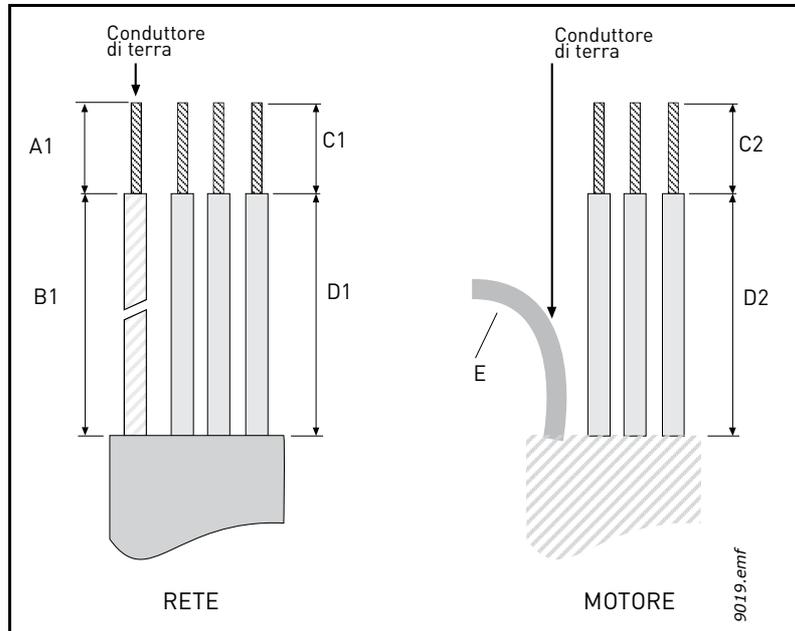
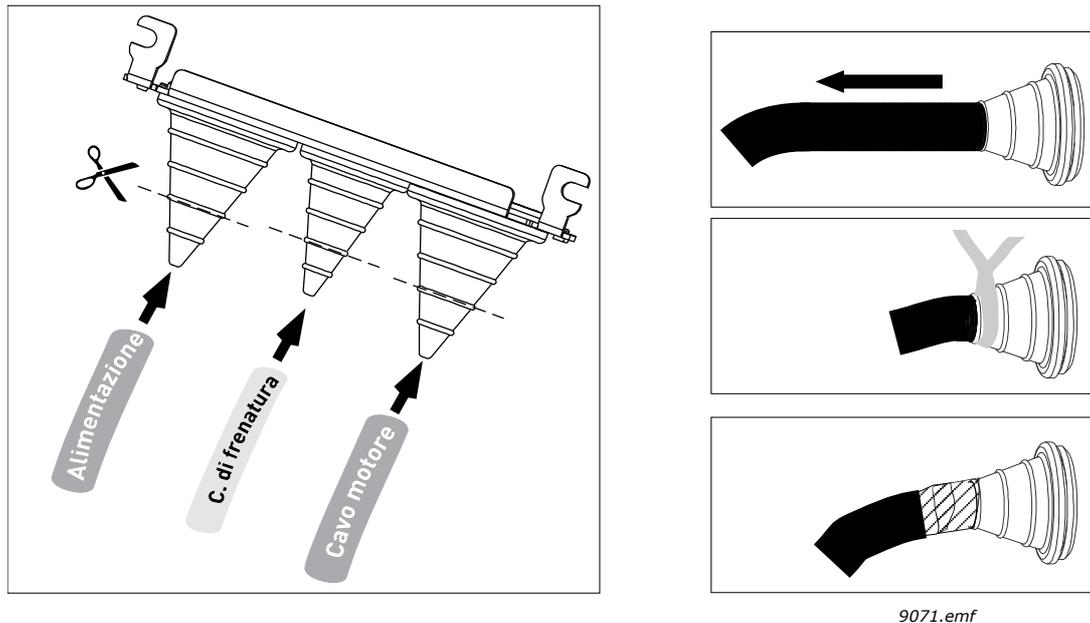
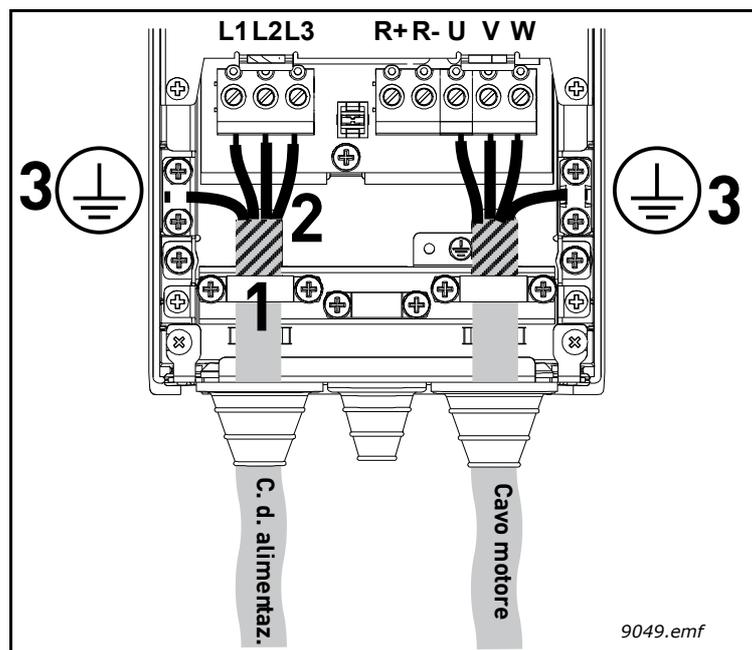

Figura 14. Spellatura dei cavi
Figura 18.
Figura 21.
Collegare i cavi spellati (vedere la Figura 14 e la Figura 18) come illustrato nella Figura 21.
- Liberare la schermatura dei tre cavi in modo da poter effettuare una connessione a 360 gradi con il pressacavo (1).
- Collegare i conduttori (di fase) dei cavi motore, alimentazione e frenatura ai rispettivi morsetti (2).
- Utilizzare la restante porzione di schermatura dei tre cavi per formare dei "pigtaills" e fare un collegamento a terra utilizzando un pressacavo come illustrato nella Figura 21 (3). Fare i "pigtaills" della lunghezza appena sufficiente per raggiungere ed essere fissati al morsetto – non farli più lunghi del necessario.
Posizionare l'anello di tenuta sul cavo in modo tale che la piastra passacavo combaci con il solco presente sull'anello di tenuta, vedere la Figura 32. Per la conformità ai requisiti della classe di protezione IP54, il contatto tra l'anello di tenuta e il cavo deve garantire una tenuta effettiva. Pertanto, è necessario che la prima parte del cavo fuoriesca dritta dall'anello di tenuta, prima di piegare il cavo. Qualora ciò non sia possibile, la tenuta va assicurata con l'aiuto di nastro isolante o di una fascetta. Per un esempio, vedere la Figura 18.